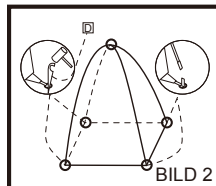

BILD 2
3. Ställ upp tältet <A> och trä in stängandarna i järnpinnarna (som finns i varje hörn av tältet <A>. (BILD 2)
4. Sätt fast taket på innettältet <E> vid punkten där stängerna möts med det fastsydda bandet. (BILD 2)
5. Säkra tältet genom att trycka ner tältpinnarna <D> i marköglorna. (BILD 2)